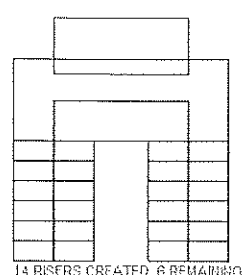

Figura 11.64 – Desenho do retângulo.
8. Selecione **Limite** no painel **Desenhar** e o retângulo, então desenhe um retângulo no patamar da escada, como na Figura 11.64.